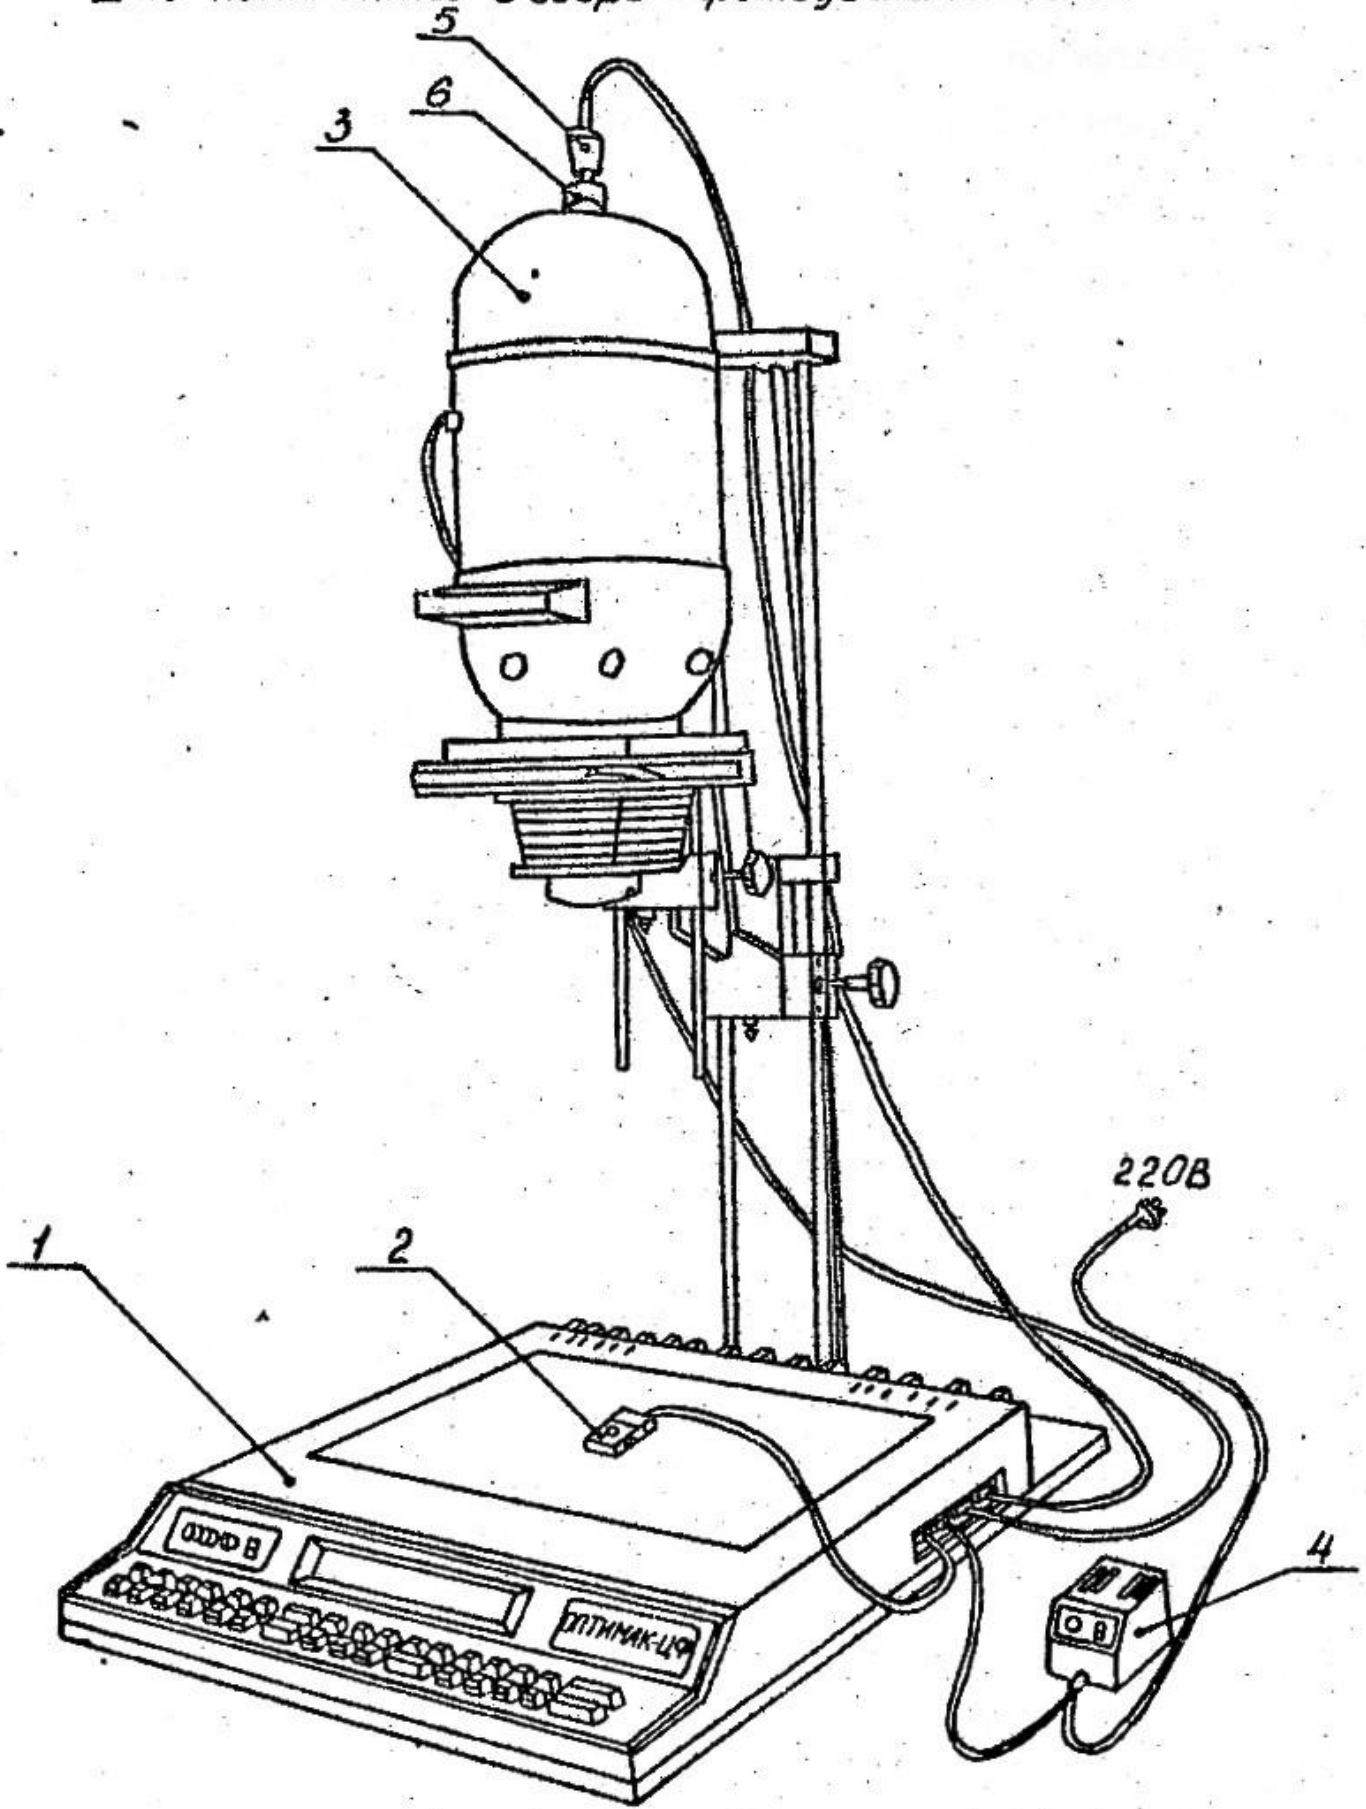

Рис.1
5.2.3. В состав комплекта входят блок управления, блок комбинированный, блок питания, выносной фотодатчик (рис.1).
6.1. Установить блок управления поз.1 на подставку фотоувеличителя в соответствии с рис.1. Извлечь пластину, установленную между механизмом смены светофильтров и крышкой блока комбинированного, через отверстие в крышке.